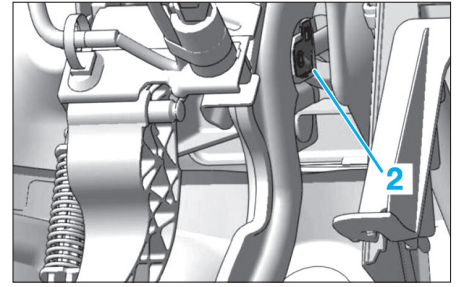

Fig. 17
- Déposer l'axe de l'amplificateur de freinage maintenu par une agrafe élastique (2) sur la pédale de frein (Fig.17).